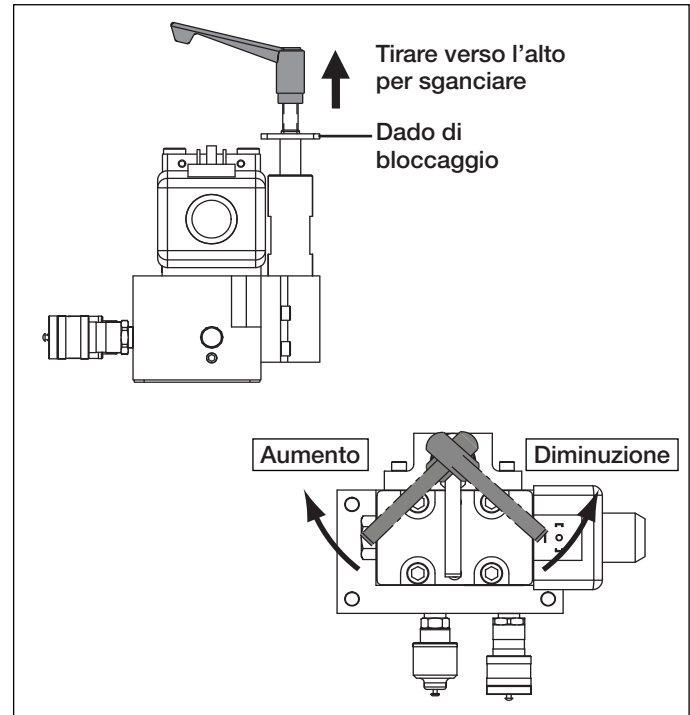

Figura 12, Valvola di scarico regolabile dall'utente (tipico)
2. Allentare il dado di bloccaggio della valvola di scarico. Vedere la Figura 12.